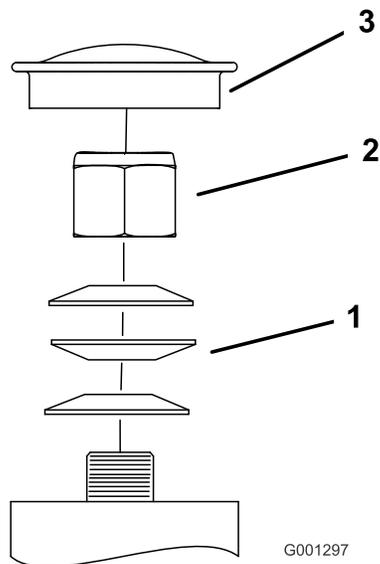

Figura 64
3. Retire el tapón guardapolvo de la rueda giratoria y apriete la contratuerca (Figura 64).
4. Apriete la contratuerca hasta que las arandelas de muelle estén planas, luego afloje 1/4 de vuelta para establecer la pre-carga correcta de los cojinetes ().Figura 64
Importante: Asegúrese de que las arandelas de muelle están correctamente instaladas, según se muestra en Figura 64.
5. Coloque el tapón guardapolvo (Figura 64).